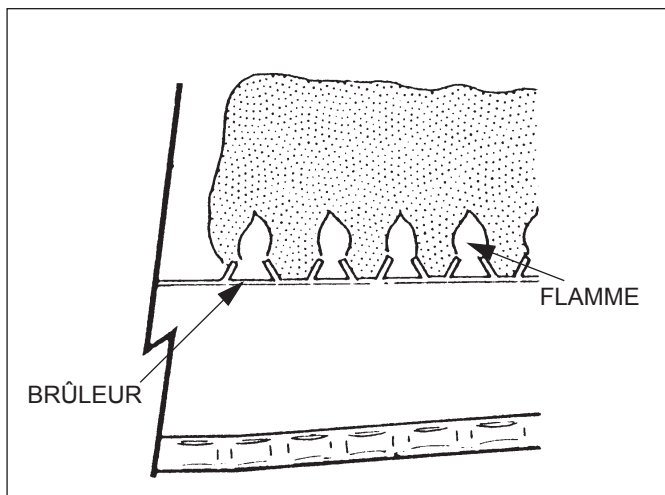

Figure 23. Flamme du brûleur principal
- b. De 25 mm à 102 mm (1 à 4 po) au-dessus de la surface du brûleur. Voir Figure 23.